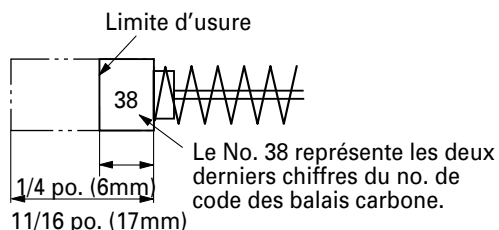
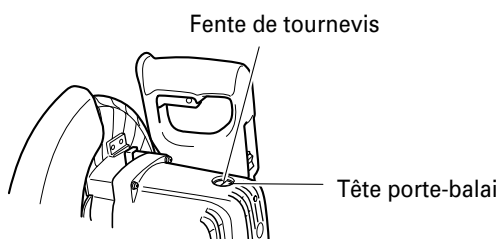

Fig. 35
Fig. 36
3. Inspecter les balais carbone (Fig. 35 et Fig. 36)
En conséquence, inspecter périodiquement les balais en carbone et les remplacer lorsqu'ils ont atteint la limite d'usure comme indiqué à la Fig. 35.
Par ailleurs, maintenir les balais carbone propres de façon qu'ils glissent régulièrement dans les porte-balai. Les balais carbone sont faciles à retirer ; pour cela, retirer les têtes porte-balai (voir Fig. 36) avec un tournevis à tête plate (signe moins).